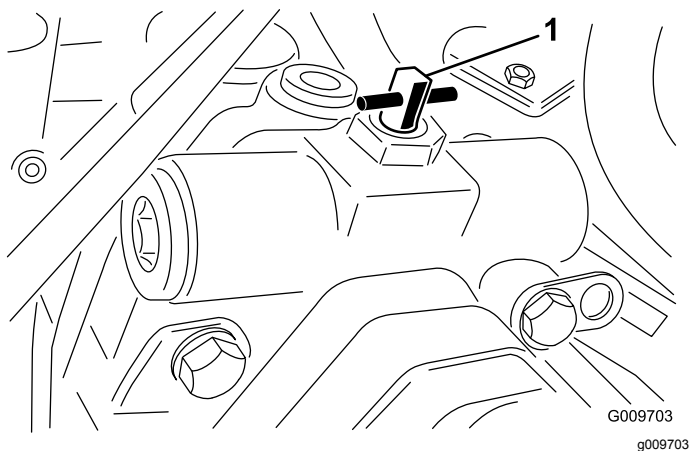

Figura 23
2. Girate la valvola di 90° (1/4 di giro) in qualsiasi direzione per aprirla e consentire all'olio di bypassare internamente (Figura 23).